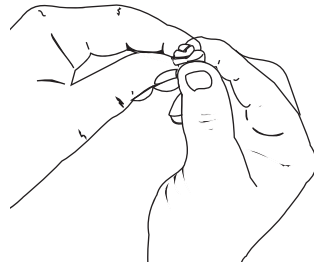
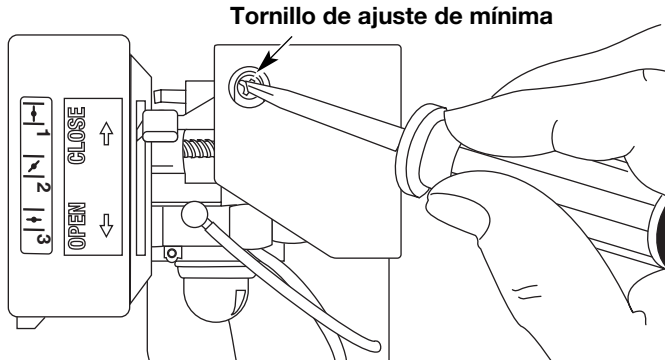

Fig. 25
Fig. 26
NOTA: Use la botella y la boquilla que guardó del uso inicial para medir la cantidad correcta. El nivel de 90 ml (3,04 onzas) está aproximadamente en la parte superior de la etiqueta de la botella (Fig. 26). Mida el nivel con la varilla de medición. Si el nivel está bajo, agregue una pequeña cantidad de aceite y vuelva a medir (Fig. 25). No lo llene demasiado.
5. Apriete el filtro para esparcir y retirar el exceso de aceite (Fig. 25).
La velocidad mínima del motor puede ser ajustada. Puede tener acceso al tornillo de ajuste de mínima a través de un orificio en la parte superior de la cubierta del motor (Fig. 26).
- Suelte el gatillo del regulador (➡) y deje que el motor funcione en mínima. Si el motor se para, inserte un destornillador Phillips pequeño en el orificio de la cubierta del motor (Fig. 26).